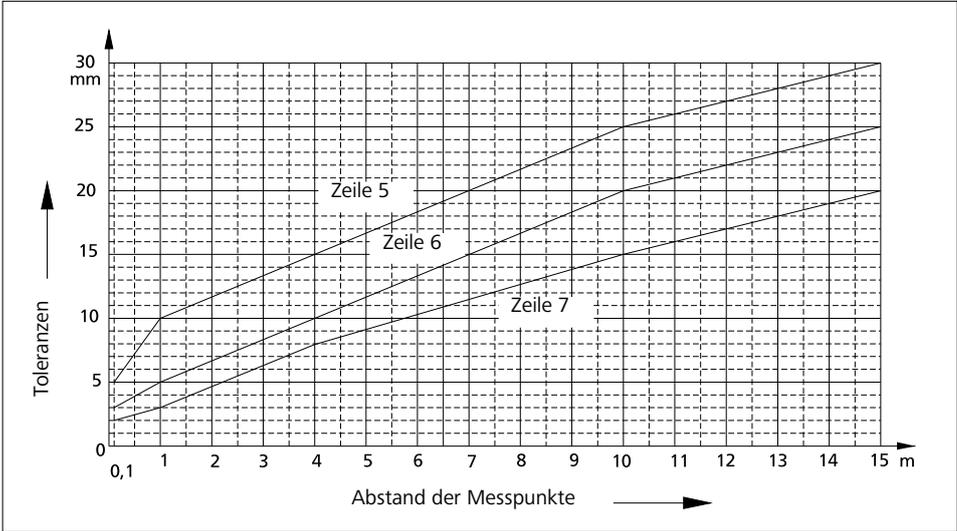

Abb. 15.2
* Zwischenwerte sind der Abb. 15.2 „Ebenheitstoleranzen“ zu entnehmen und auf ganze Millimeter zu runden. Die Richtlatte wird auf den Hochpunkten der Fläche aufgelegt und das Stichmaß an der dazwischenliegenden tiefsten Stelle ermittelt. Zugehöriger Messabstand ist hierbei die Entfernung der Auflagerpunkte der Richtlatte.